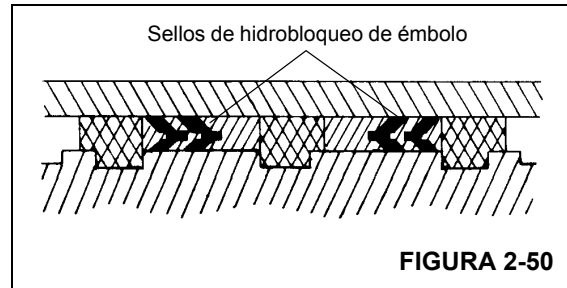

FIGURA 2-50
- Instale los sellos de hidrobloqueo en la parte exterior del émbolo (vea la Figura 2-50).